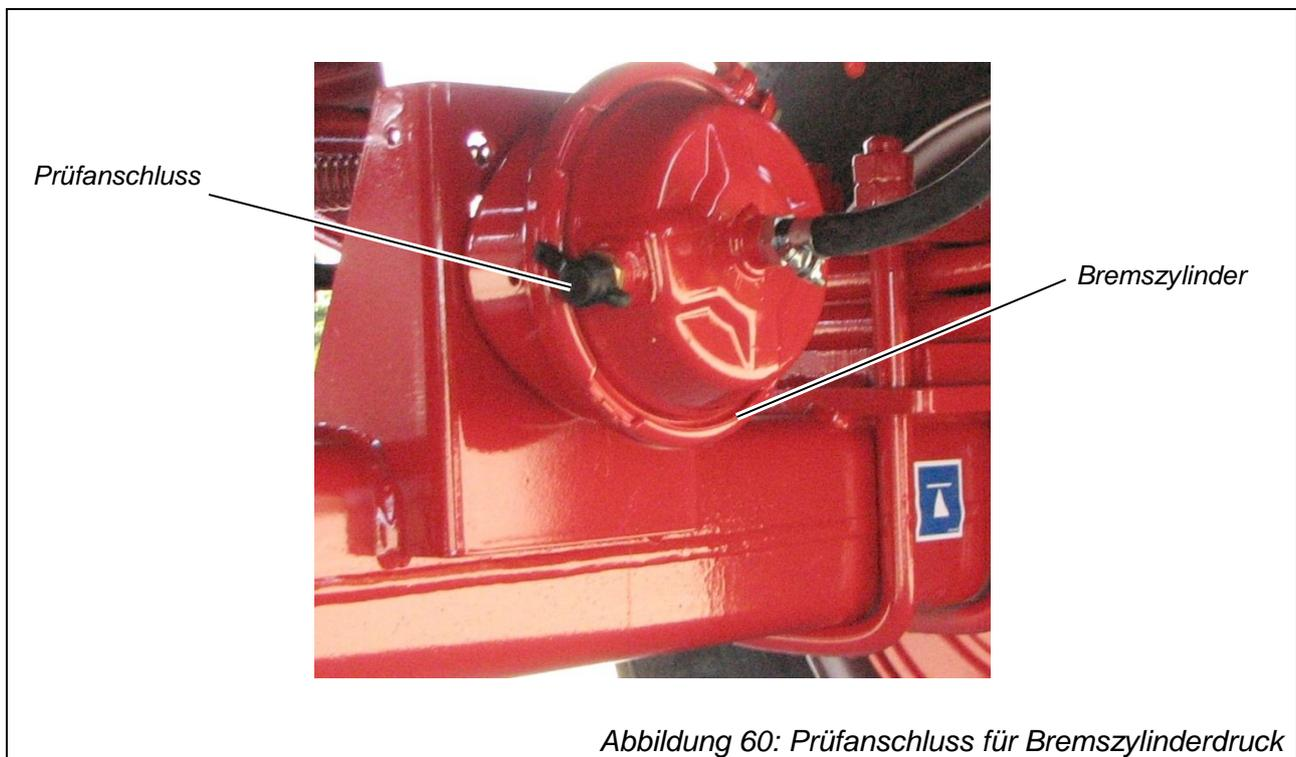

Abbildung 60: Prüfanschluss für Bremszylinderdruck
- ⇒ Ziehen Sie die Schutzkappe vom Prüfanschluss ab (siehe Abbildung 60).